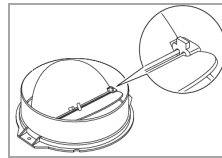

Bild 3
- Hängen Sie die Haube ein. Kontrollieren Sie den sicheren Halt und die waagerechte Position (**Bild 3**).